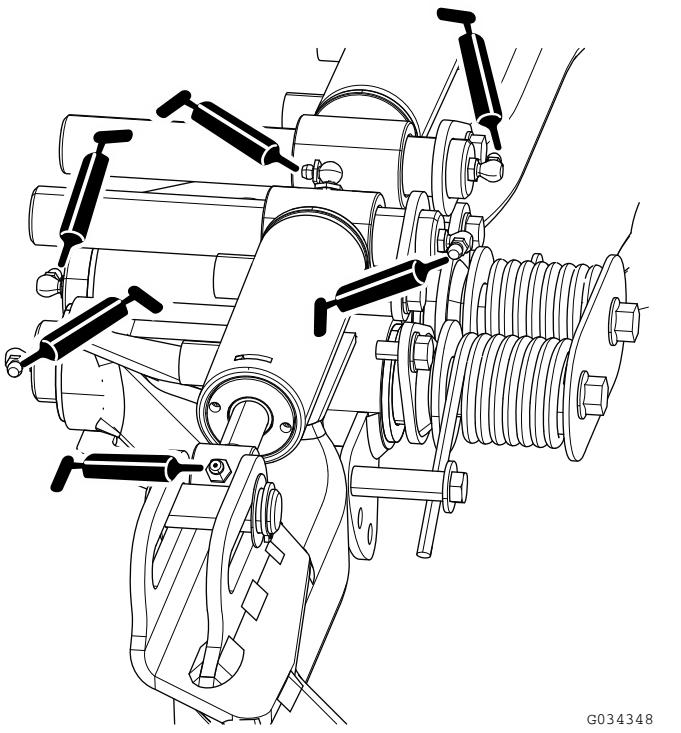

**Figura 49**
- Pivotes y cilindros de elevación de los brazos de elevación delanteros (3 en cada); consulte Figura 49.